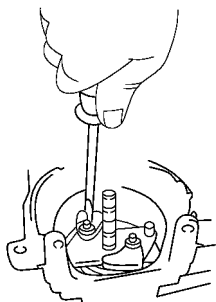

图 5-44 拆下调速器飞锤
(12) 拆下调速器飞锤。使用小的螺钉旋具拆下 E 形密封环并拉出飞锤, 拆下两个飞锤, 如图 5-44 所示。